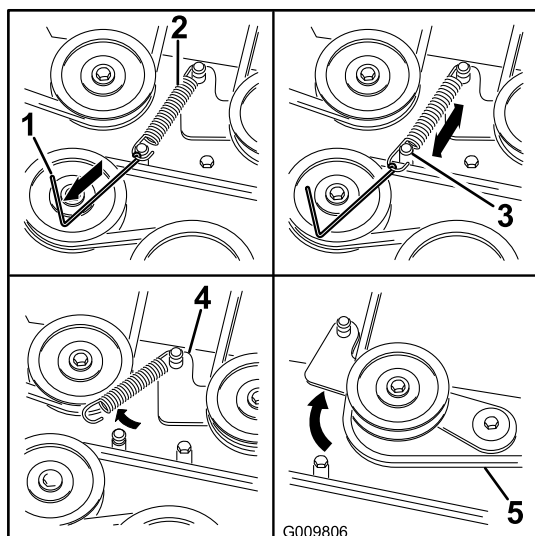

Figure 67
- À l'aide d'un outil de dépose de ressort (réf. Toro 92-5771), décrochez le ressort de l'ergot sur le tablier pour éliminer la tension sur la poulie de tension (Figure 67).
8. Acheminez la courroie neuve autour des poulies du tablier de coupe et de la poulie d'embrayage, sous le moteur (Figure 67).
9. À l'aide d'un outil de dépose de ressort (réf. Toro 92-5771), accrochez le ressort à l'ergot situé sur le tablier, ce qui a pour effet d'exercer une tension sur la poulie de tension et la courroie du tablier de coupe (Figure 67).